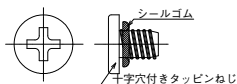

図88 切管用挿しロリングおよびタッピンねじ
(1) 部品の確認
- ① 切管用挿し口リング(継ぎ輪用)(図88(a))のねじ穴位置にOリング(2ヶ所)が付いていること、および異物の付着がないことを確認する。Oリングが外れている場合は、シアノアクリレート系接着剤で取り付ける。
- ② 十字穴付タッピンねじ(図88(b))にシールゴムがついていることを確認する。